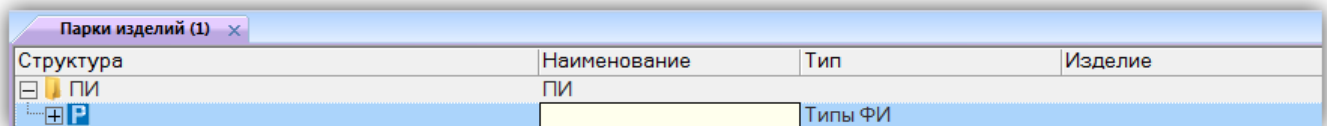

Рис. 10-400 – Создание парка изделий
- 3) Нажать кнопку «Парк изделий» панели «Создать» (рис. 10-400).